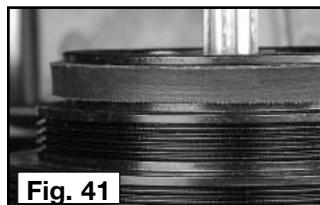
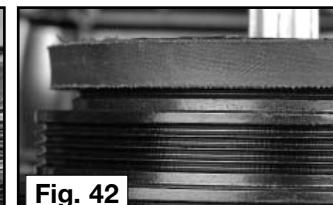

Fig. 41
Fig. 42
**REMARQUE :** la figure 41 illustre la bonne position pour la courroie supérieure, avec un petit peu de métal dépassant au-dessus de la courroie noire. La figure 42 illustre une position incorrecte de la courroie supérieure : aucun métal ne dépasse au-dessus de la courroie noire.